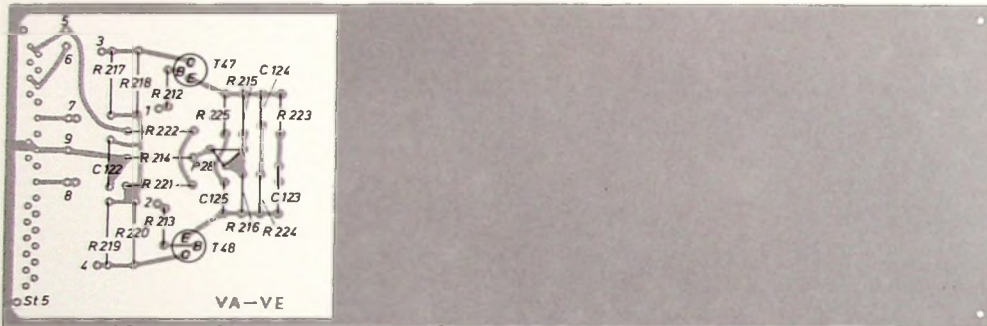

Bild 26. Bestückungsplan für die Printplatte VA-VE
Die Printplatte VA-VE (Bild 26) hat die Abmessungen 102 mm × 300 mm. Sie trägt nur einen Teil der Bauelemente der Vertikal-Endstufe, da die Transistoren T 49 und T 50 auf einem Kühlkörper sitzen, der die Printplatten VV und VE mechanisch verbindet. Der größte Teil dieser Printplatte bleibt ungenutzt, da dieser Platz später für eine Zweikanalversion zur Verfügung stehen soll, wobei die Endstufe praktisch unverändert erhalten bleiben kann. Um die Auskoppelung zur Bildröhre (D 3, D 4) möglichst wenig kapazitiv zu belasten, werden die Stifte 9, 11, 17 und 19 der Steckerleiste St 5 auf der Lötseite wie auf der Steckerseite ausgebrochen. Die neben diesen Punkten liegenden Anschlüsse bleiben auf der Printplatte wie auch auf der gedruckten Verdrahtung (GV) unbeschaltet. Wird für P 28 ein anderes Trimpotentiometer als in der Stückliste angegeben verwendet, ist auf ausreichende Belastungsfähigkeit des Ersatztyps zu achten. Die Transistoren T 47 und T 48 erhalten Kühlsterne. Die ganz außen in den Ecken der Frontplatten- seite liegenden Bohrungen haben einen Durchmesser von 3,5 mm und dienen zum Durchführen von M-3-Schrauben, mit denen die Frontplatte an der Printplatte befestigt wird. (Fortsetzung folgt)